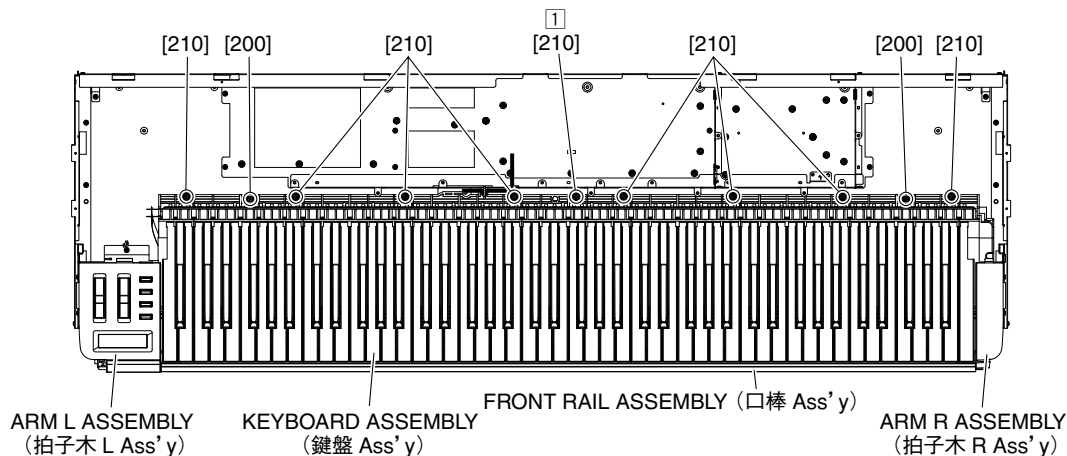

Fig. 17 (図 17)
- 20-5. Remove the two (2) screws marked [200] and the nine (9) screws marked [210] and then move the keyboard assembly rearward. (Fig. 17).
- 20-6. Lift the front of the keyboard assembly and take it out. (Fig. 17)
* **When installing the keyboard assembly, tighten the screw ① shown in the figure 17 and then tighten the other screws.**
- 20-5. [200] のネジ 2 本と [210] のネジ 9 本を外して、鍵盤 Ass'y を後方にずらします。(図 17)
- 20-6. 鍵盤 Ass'y のフロント側を持ち上げてから、取り出します。(図 17)
- ※ 鍵盤 Ass'y を取り付ける際は、図 17 に示す ① のネジを締めながら他のネジを締めてください。